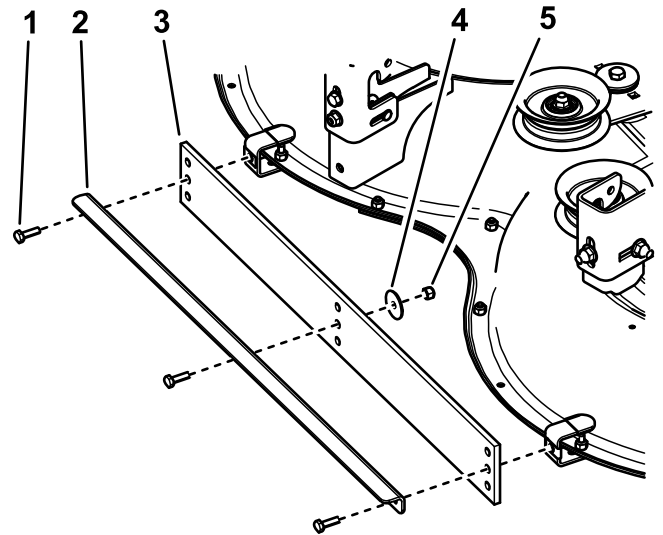

Figure 3
5. Fixez le renfort en son centre sur le racloir à l'aide d'un boulon, d'une rondelle et d'un écrou (Figure 3).
1. Boulon (3)
6. Fixez le racloir et le renfort sur les supports à l'aide de 2 boulons (Figure 3).